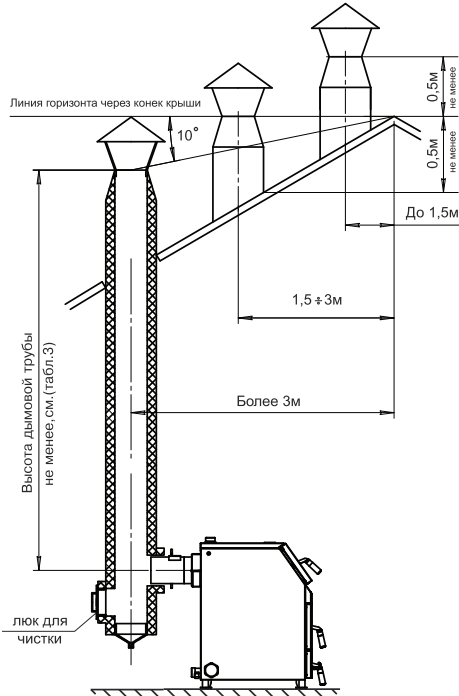

Рис.6 Варианты установки дымовой трубы
8.4.3. Добавьте очередную порцию топлива, когда разгорится первый слой основного топлива. Для работы котла в номинальном режиме (рис. 6) поддерживайте слой топлива на колосниковой решетке около 150 мм. Для предотвращения выхода дыма в помещение через загрузочную дверцу при добавке основного топлива, закрывайте заслонку (поз. 15) на поддувальной дверце (поз. 16). После загрузки порции топлива откройте заслонку.